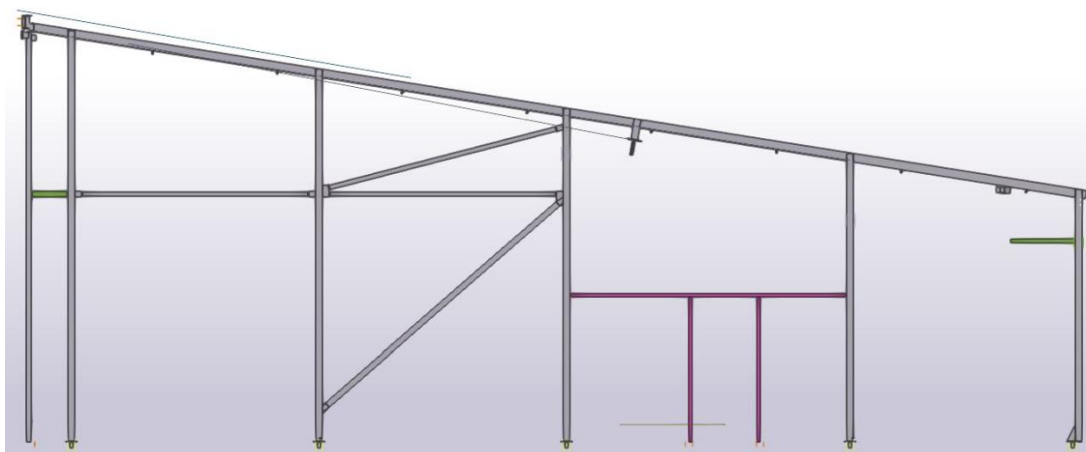
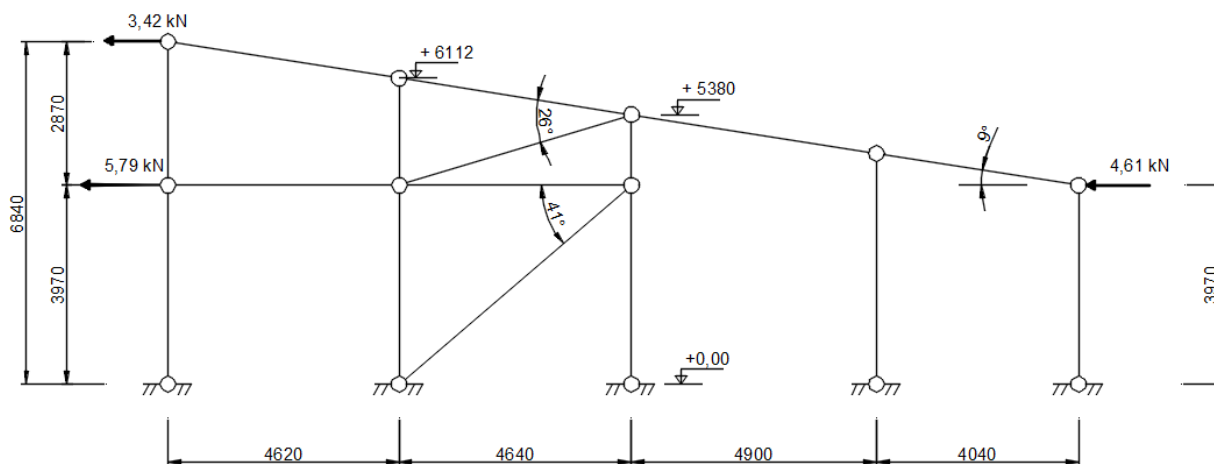

Figure 2 – Pan de fer file O
Figure 3 – Modèle mécanique
On s'intéresse au pan de fer de la file O (Figure 2) pour un vent Est-Ouest, dont on adopte le modèle mécanique sous charges de vent pondérées (Figure 3) et celui simplifié de la travée stabilisée seule, en document réponse DR2 page10 :
**Q16.** Justifier que cette solution d'attache correspond au modèle mécanique proposé en Figure 3.